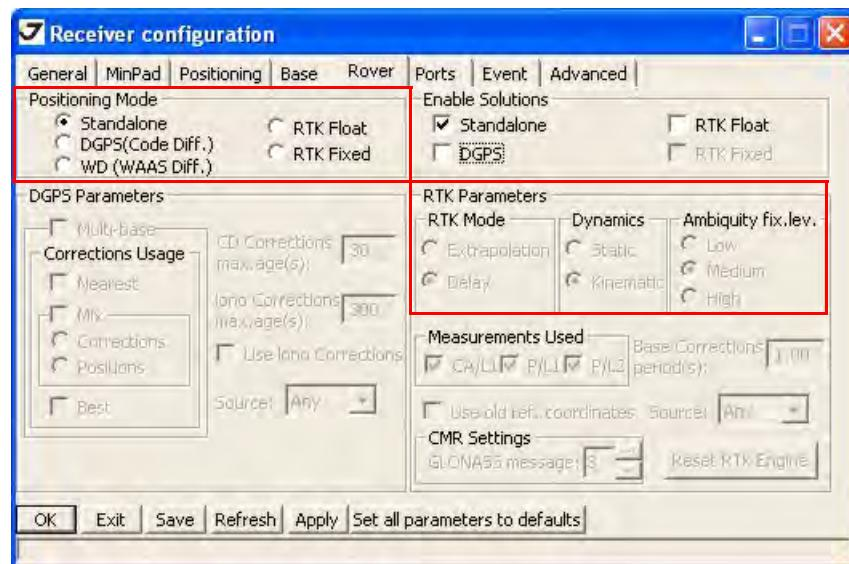

Рисунок 40. Закладка Rover
9. Для подвижного приемника (рovera) откройте закладку *Rover* и произведите настройку следующих параметров, затем нажмите *Apply* (Рис. 40 на стр. 55).